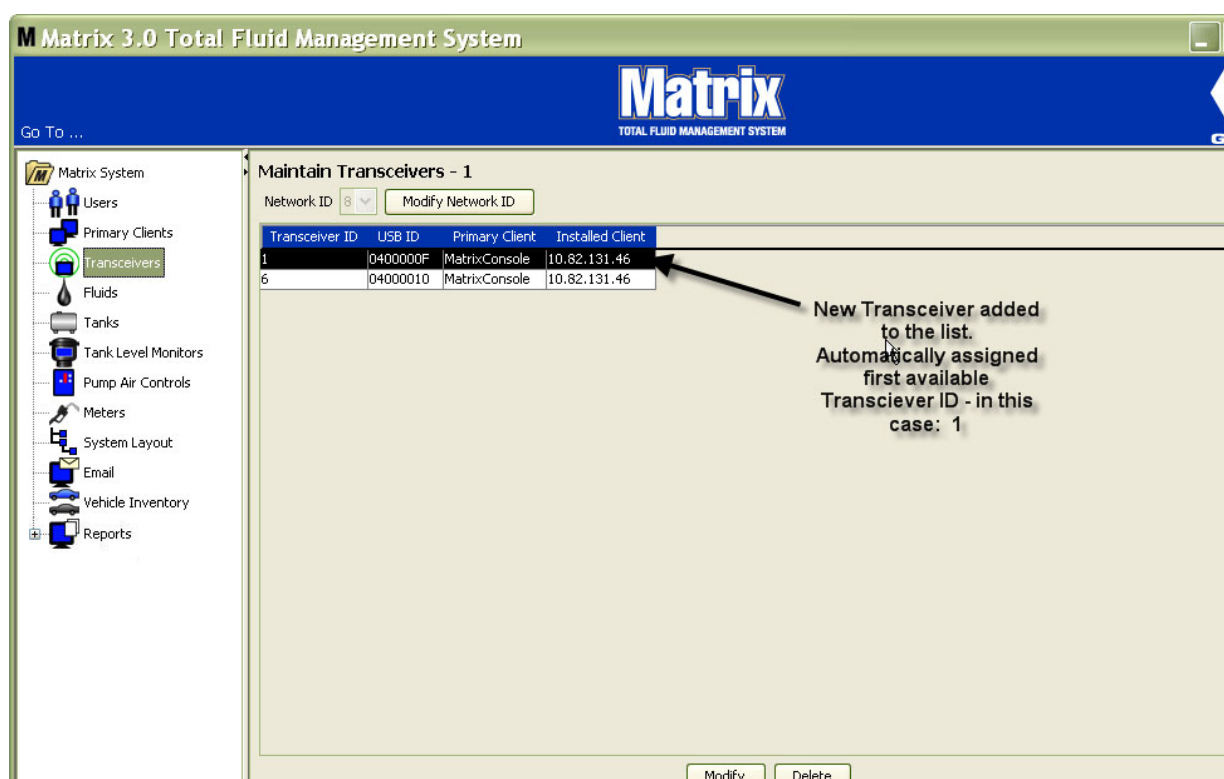

FIG. 86
1. Lorsqu'un émetteur-récepteur est branché dans le port USB de l'ordinateur, il est automatiquement ajouté en tête de la liste et le premier numéro d'identification de l'émetteur-récepteur disponible lui est assigné comme indiqué à la FIG. 86. Le fait de débrancher ou d'éteindre l'émetteur-récepteur ne provoquera pas la disparition de l'émetteur-récepteur de la liste des émetteurs-récepteurs, bien que les deux fonctions arrêteront la communication de ce dispositif immédiatement.